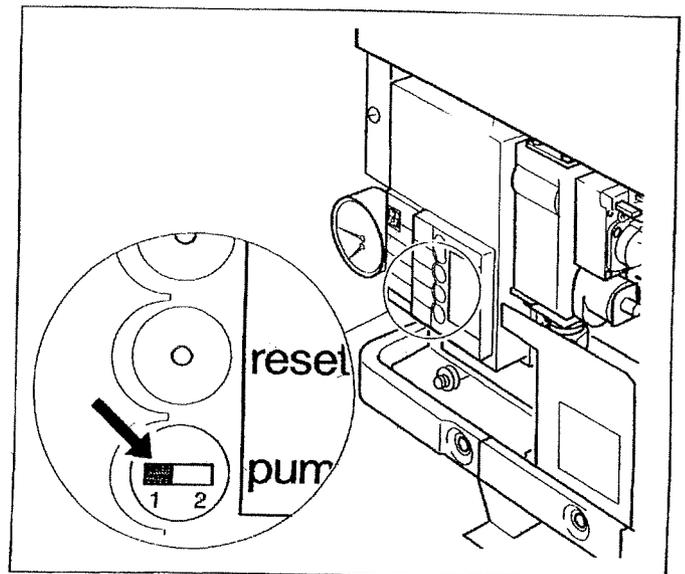

Fig. 17 Interruttore tempo di rientro pompa
- ◆ Mettere l'interruttore "pump" (Fig. 17) nella posizione desiderata.